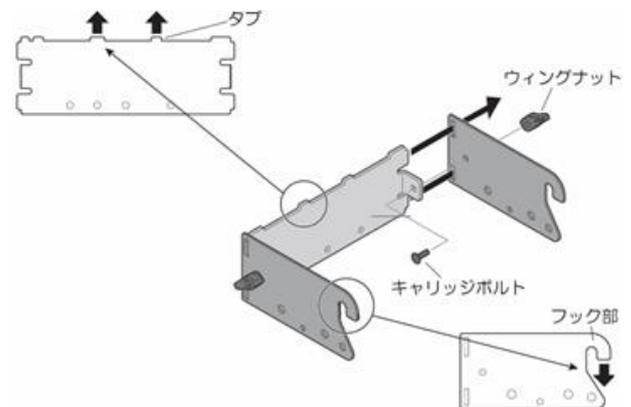

図1
1. 3枚のヒッチブラケットをコの字に組み付けます。図1を参照してください。下記の部品でしっかりと締め付けてください。
2. 図1に示すように、側面になるブラケットのフックは下向き、背面になるブラケットのタブは上向きにしてください。